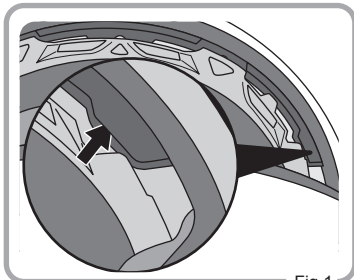

Fig.1
1. Sätt in vadderingen vid tinningarna som visas i Fig.1.